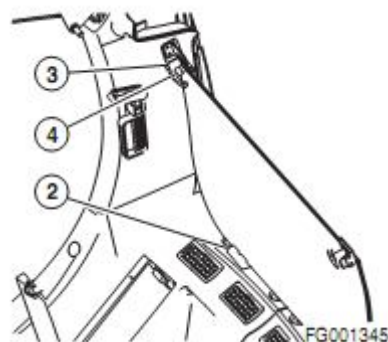

Рисунок 142
2. Установите нижнее стекло в резиновые держатели (2, рисунок 142) позади сиденья оператора. Закрепите стекло правой и левой ручками (3) с кнопкой (4).